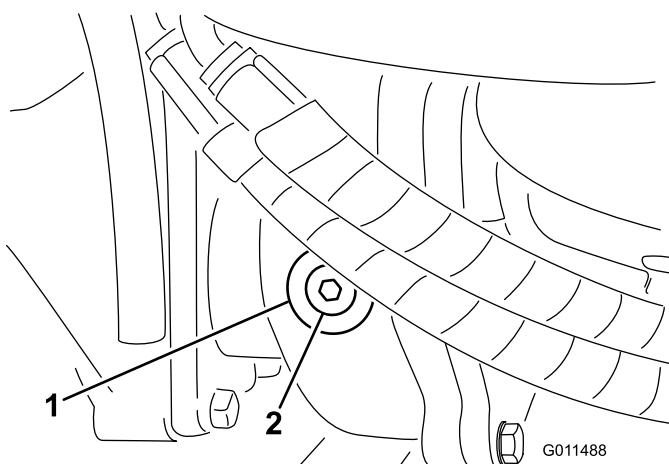

Figura 16
- Togliete il tappo di controllo/riempimento dal lato sinistro del riduttore (Figura 16) e verificate che il lubrificante raggiunga la base del foro. Se il livello è